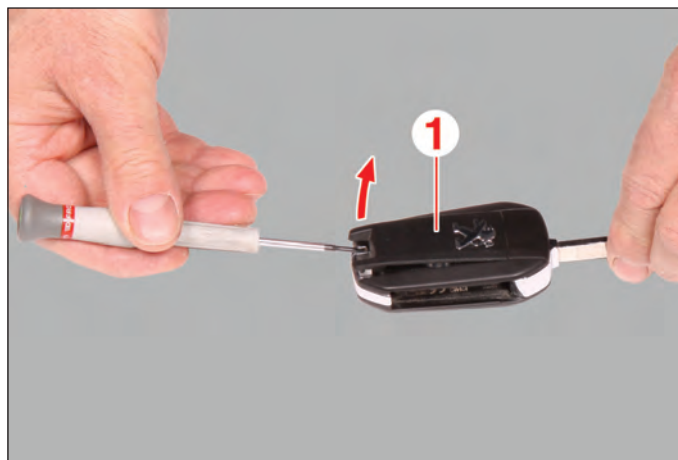

FIG.1
- A l'aide d'un petit tournevis, dégrafer le couvercle (1) côté sigle Peugeot (Fig.1).